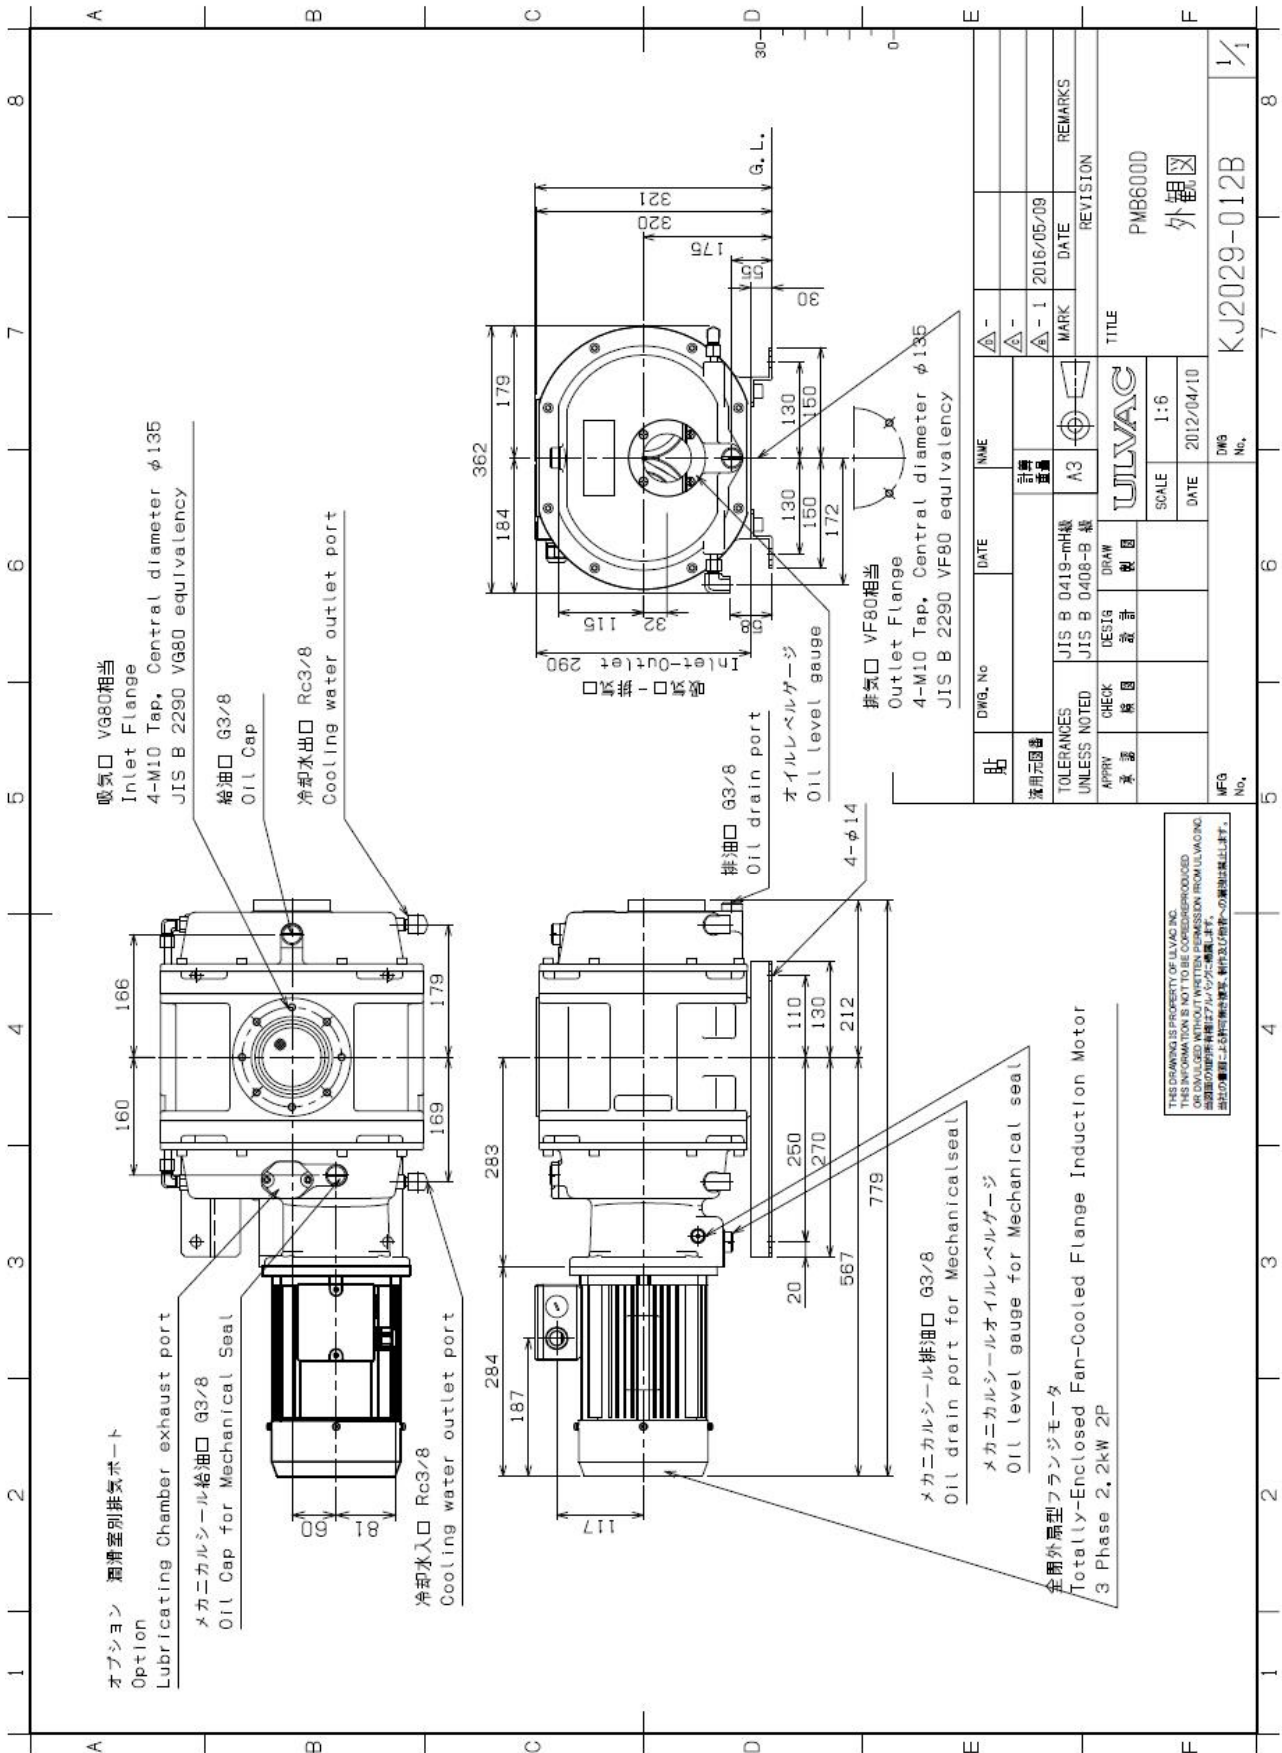

図 12 PMB600D 外観寸法図
- ポンプを傾けたり、横倒しにしたり、あるいは逆さまで運転すると、ポンプが損傷します。図8～図12を参考に吸気口を上にして、G.L.に水平に設置して下さい。
ギヤ側カバー上部の給油口から、潤滑油を規定量給油して下さい(給油口は、図 8～図 12 参照)。潤滑油は広がるまで1分ほどかかります。油面が安定した後オイルレベルゲージにて確認して、規定レベルより低い場合は上限レベルで安定するまで給油して下さい。